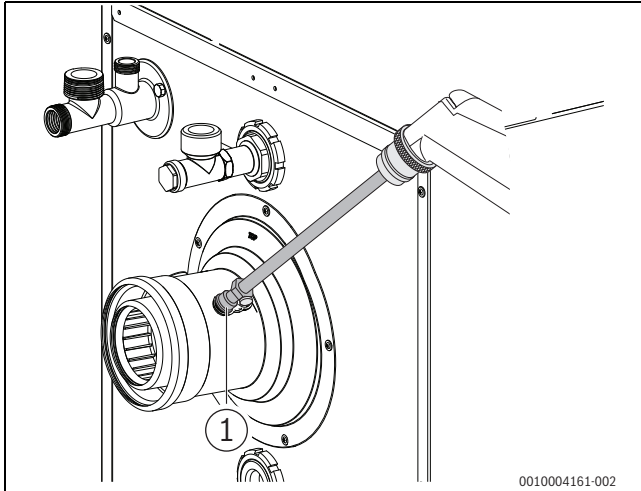

Bild 52 Messwerte aufnehmen
- ▶ Messfühler durch die Messöffnung (→ Bild 52, Seite 30) im Abgasrohr in den Kernstrom halten und CO₂- / O₂-Gehalt kontrollieren.